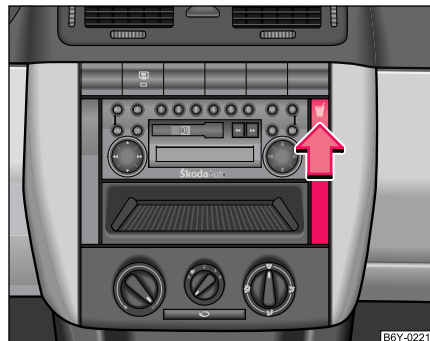

Fig. 63 Cuadro de instrumentos: Soporte para bebidas
- Presione el símbolo  en el sentido de la flecha ⇒ fig. 63, el soporte para bebidas aparecerá y se abrirá.